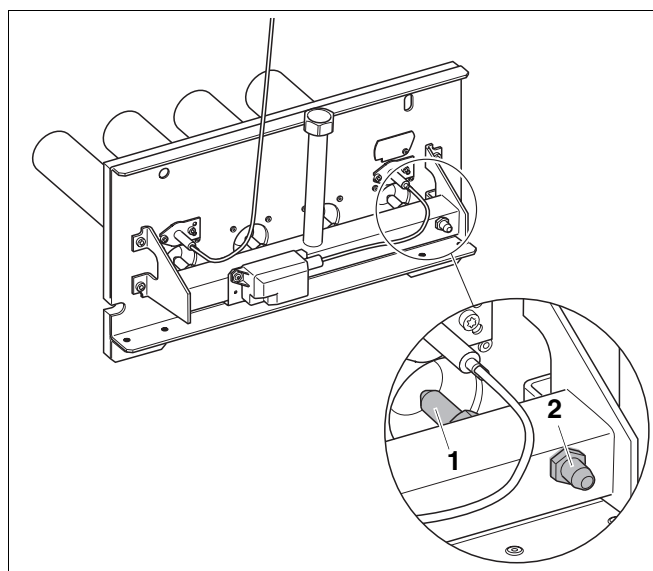

Fig. 49 Înlocuiți duzele principale de gaz
- Înlocuiți duzele principale de gaz (Fig. 49, **Poz. 1**) cu duzele principale de gaz aferente noului tip de gaz. Apoi introduceți noile garnituri.
- Îndepărtați șurubul de închidere a niplului de măsurare de pe țeava de repartizare a gazului și (Fig. 49, **Poz. 2**) introduceți furtunul de măsurare al țevii manometrului în formă de U.